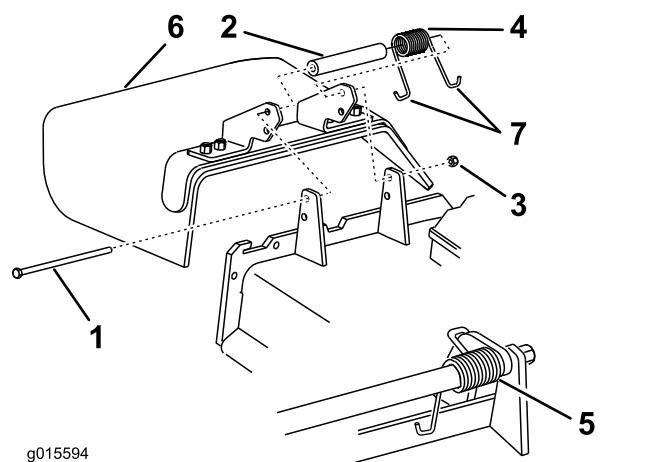

Figure 122
1. Retirez le contre-écrou, le boulon, le ressort et l'entretoise qui fixent le déflecteur aux supports de pivot (Figure 122).
2. Déposez le déflecteur d'herbe s'il est endommagé ou usé (Figure 122).
**Remarque:** Prenez soin de placer une extrémité en J du ressort derrière le bord du plateau avant de mettre le boulon en place, comme montré à la Figure 122.
6. Accrochez une extrémité en J du ressort au déflecteur d'herbe (Figure 122).